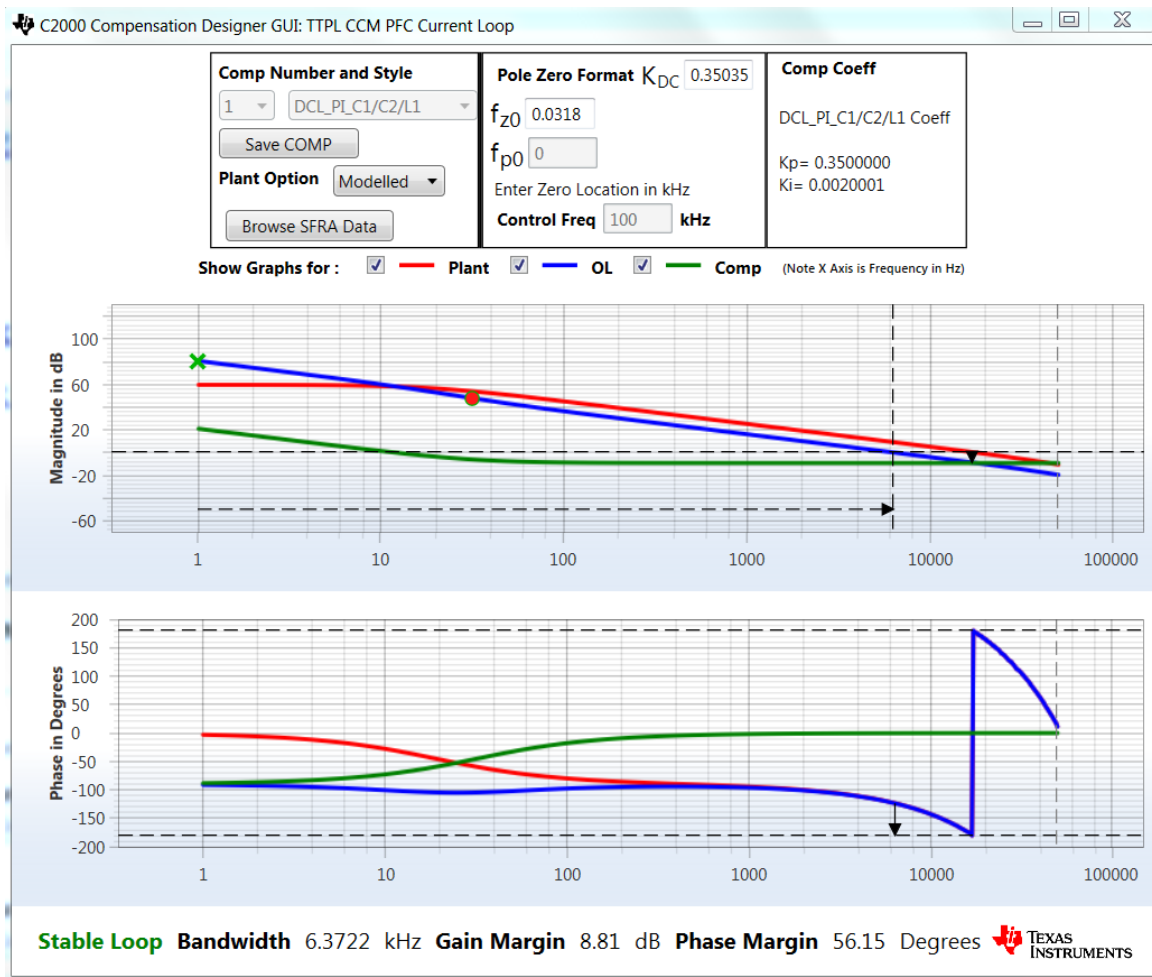

図 25. Compensation Designerを使用した電流ループ設計
1. powerSUITE ページで指定したパラメータの電流ループプラントモデルで、*Compensation Designer* が起動します。PI コントローラを極零の観点から調整して、安定した閉ループ動作を確保できます。設計した補償器を使用するシステムの安定性は、図 25 に示す *Compensation Designer* の開ループ伝達関数プロットで利得マージンと位相マージンを観測して検証できます。